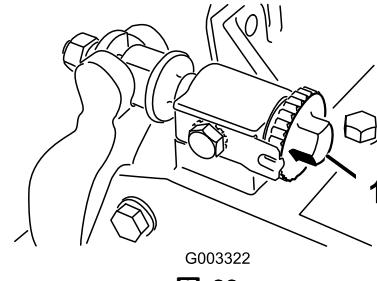

図22
1. ベッドナイフ調整ノブ(図22)を左に回して、ベッドナイフとリールの接触を完全になくす。